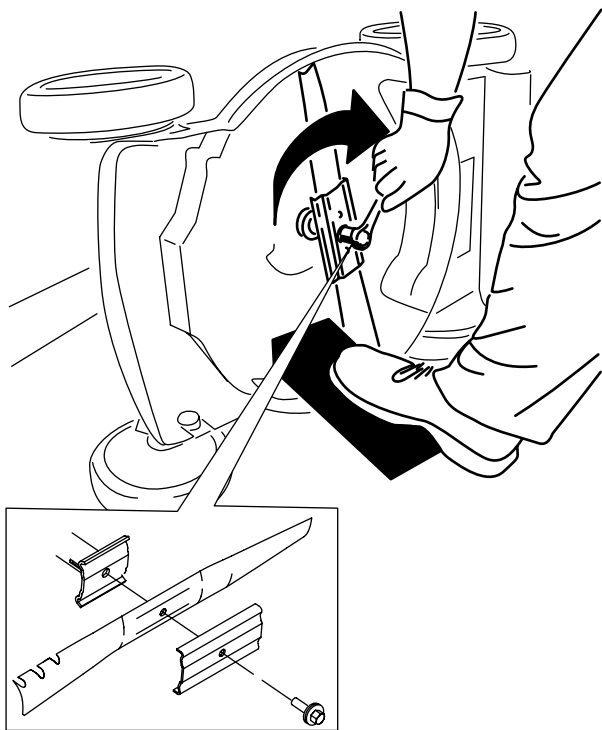

図 22
5. 新しいブレードを取り付ける。外したボルト類を使用する 図 22。